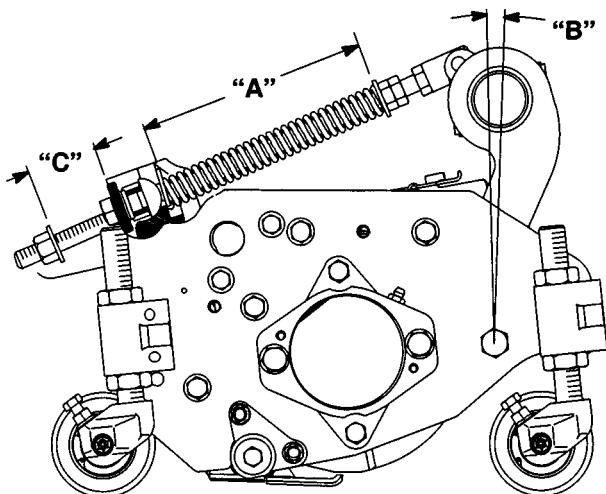

図14
ターフ補正スプリング（図14）は、キャリアフレームとカッティングユニットをつないでおり、前後の揺れの大きさを調整する働きと、移動走行中や旋回動作中の地上高の調整を行っています。
1. スプリングロッド後部のロックナットを締めて、スプリング ブラケット後部とワッシャの前面との距離（C）を26 mmとする（図14）。
2. スプリングロッド前部の6角ナットを締めて、スプリング（圧縮状態）の長さ（A）が203 mmになるようにする（図14）。
注：ラフで使用する時やアンジュレーションの大きなフェアウェイを刈る時は、上記の長さ（A）を216 mmとし、スプリング ブラケット後部とワッシャ前面のすきま（C）を39 mmとしてください（図14）。